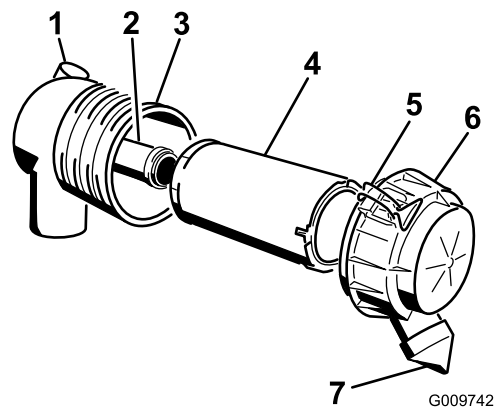

Figura 29
Importante: Revise el filtro del limpiador de aire únicamente cuando el indicador de mantenimiento se ve rojo (Figura 29). El cambiar el filtro antes de que sea necesario sólo aumenta la posibilidad de que entre suciedad en el motor al retirar el filtro.
4. Abra los cierres del limpiador de aire y tire de la tapa del limpiador de aire para separarla de la carcasa del limpiador de aire (Figura 29).
1. Extraiga con cuidado el filtro primario del cuerpo del limpiador de aire (Figura 29). Evite golpear el filtro contra el lado de la carcasa.